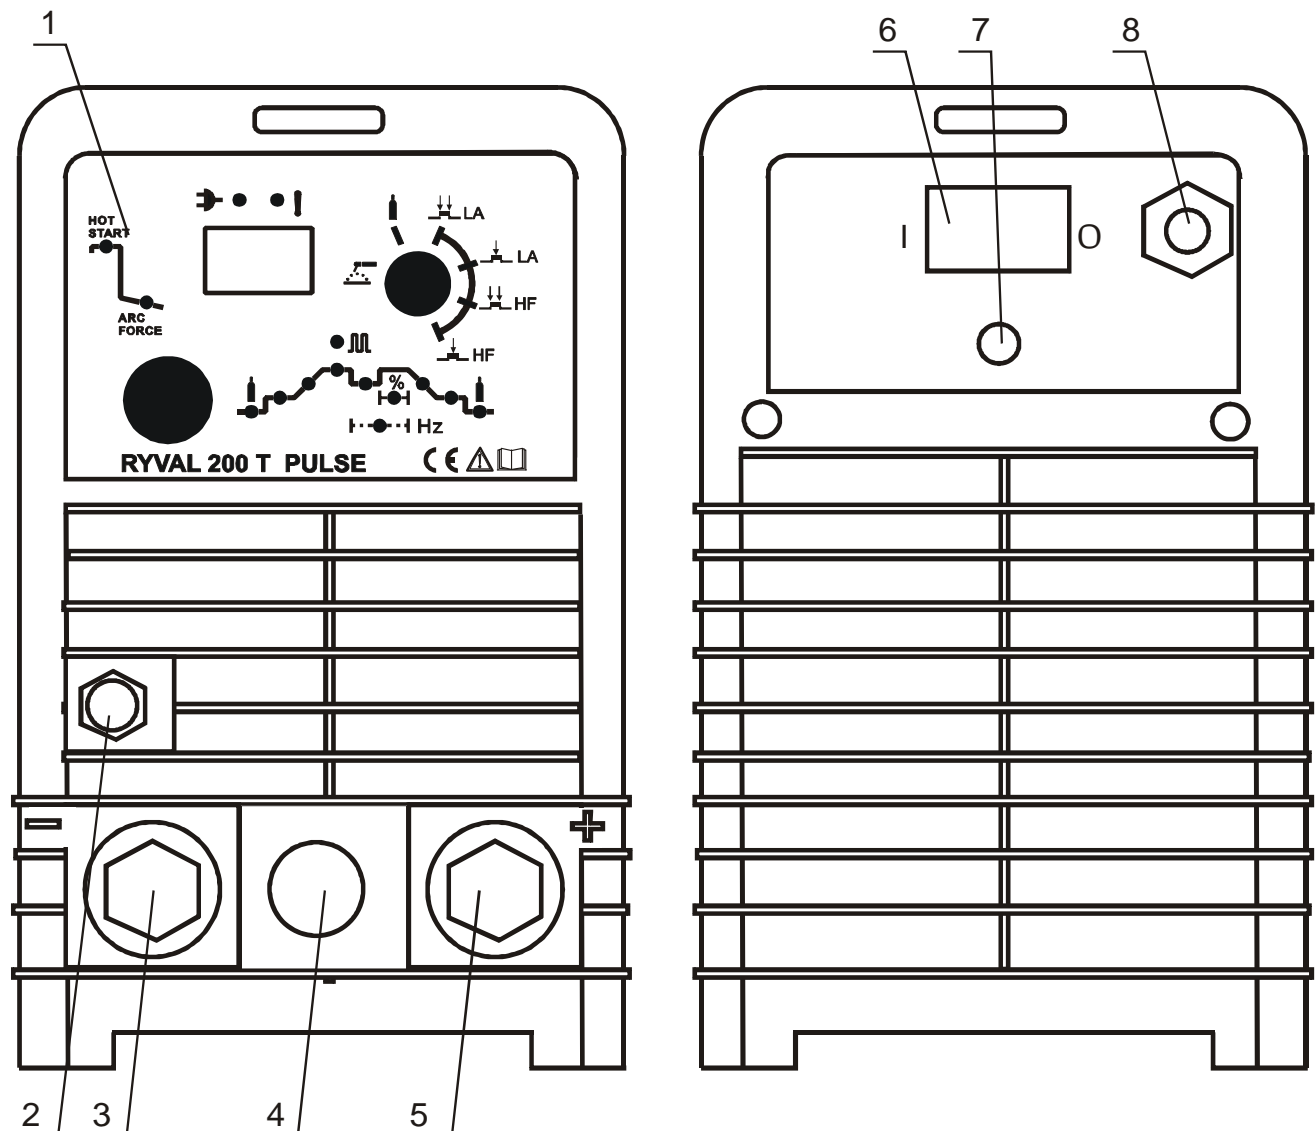

Abb. 1- Allgemeine Maschinenteile
- Maschine über Hauptschalter (Abb. 1, Pos. 6) einschalten
- Die Elektrodenzange und die Massezange gemäß den vom Hersteller der Schweißelektrode vorgegebenen Polaritäten an die Ausgangsbuchsen der Maschine anschließen (+) (Abb. 1, Pos. 5) (-) (Abb. 1, Pos. 3)
- TIG Brenner an die Ausgangsbuchsen der Maschine anschließen (-) (Abb. 1, Pos. 3).
- Die Elektrodenzange an die Ausgangsbuchsen der Maschine anschließen (+) (Abb. 1, Pos. 5).
- Gasschlauch an Anschluss des Druckminderers anschließen (Abb. 1, Pos. 8).
- Gasschlauch an Maschine anschließen (Abb. 1, pos. 2).
- Brennersteuerung an Anschluss 23 der Maschine anschließen (Abb. 1, Pos. 4).